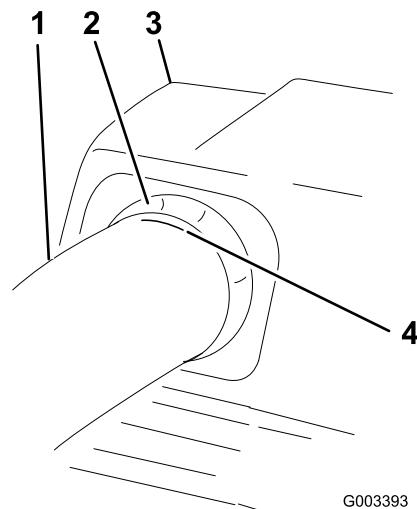

Figura 25
7. Una vez que obtenga la medida de 19 mm, marque el tubo superior en el exterior, en el punto donde sobresale el sello de goma (Figura 25).
- 11. Compruebe que la marca hecha en Figura 25 está todavía en su lugar.